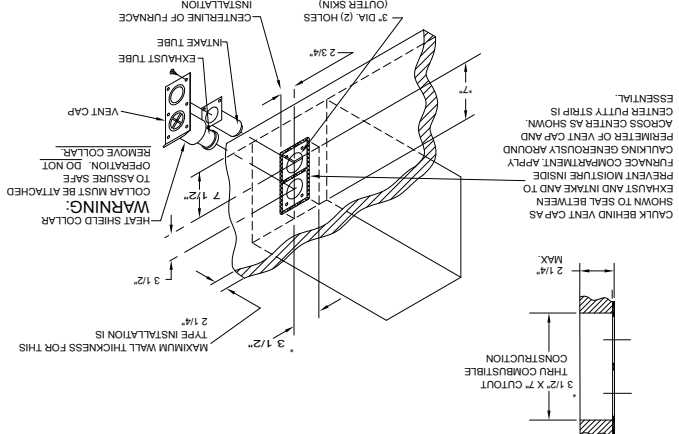

Figure 2
### B. INSTALLATION EN CONTACT AVEC LA PAROI INTERNE DU VEHICULE (Voir la Figure 2)
4. Positionner l'appareil d'air et d'évacuation des gaz de de l'appareil dans la cloison du véhicule deux trous de diamètre 3 po pour le tube d'admission d'air et l'évacuation des gaz de de combustion (voir la figure 2).
1. Appliquer un composé de caiffeurage sur la paroi du VR derrière la bouche de décharge (voir la figure 2). Appliquer le produit de caiffeurage sans paroi interne sur le périmètre de la bouche de décharge, et en travers de la zone centrale (voir l'illustration).
2. Insérer le tube d'admission d'air à travers la paroi du VR; insérer celui-ci dans la prise d'air de l'appareil de chauffage (voir la figure 2). Il doit y avoir un chevauchement d'au moins 1/2 po du tube dans le raccord.
4. Fixer la bouche de décharge sur la paroi du VR avec les six (6) vis fournies. Veiller à ne pas installer la bouche de décharge à l'envers; les mot «Suburban» doivent être parfaitement lisibles (à l'encre).